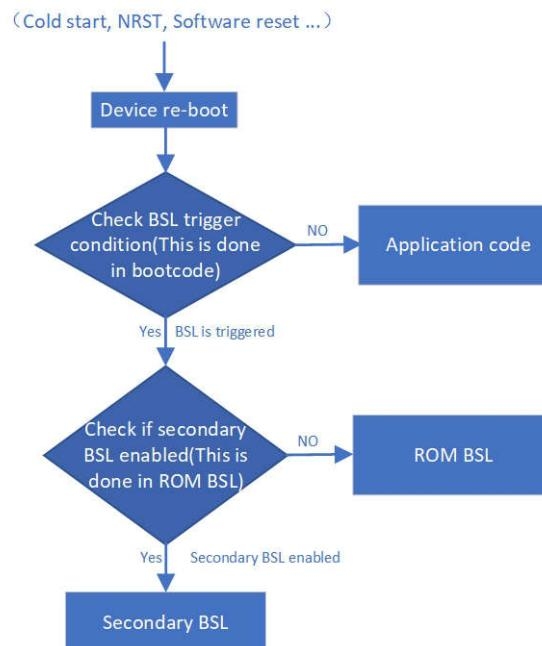

図 1-7. セカンダリ BSL 実行フロー
- セカンダリ BSL を 0x1000 から開始する場合、0x0 を除いてフラッシュ内に任意の場所に配置できます。アプリケーションコードは 0x0 アドレスから開始する必要があります。この条件では、デバイスが起動またはリセットされたときに、デバイスはブートコード内の BSL 起動条件を確認し、アプリケーションコードを実行するか BSL コードを実行するかを決定します。このデモでは、ROM ベースの BSL のトリガリソースを再利用しました。(ハードウェア、ソフトウェア、および未書き込みデバイスの検出。詳細については MSPM0 ブートローダ ユーザ ガイド のセクション 3.2 を参照してください)。図 1-7 に、セカンダリ BSL デモの実行フローを示します。